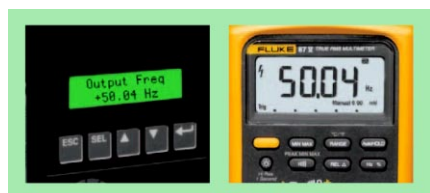
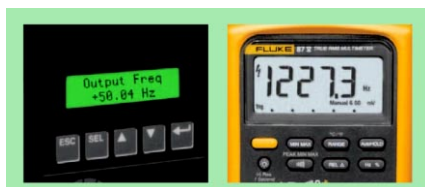

图4. 使用低通滤波器时测得的输出频率（马达速率）。
图3. 未使用低通滤波器时测得的输出频率（马达速率）。
6. 按下 Hz（赫兹）按钮。以 Hz 为单位显示的读数即是马达的速率（参见图 4）。如果没有 87V 的低通滤波器，则不可能正确地进行测量（参见图 3）。